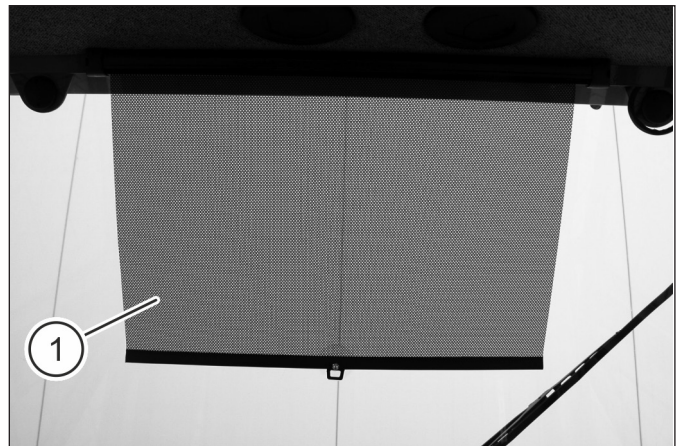

ABB. 21
ABB. 21 Standardmäßig hat die Frontscheibe der Kabine ein Sonnenrollo (4). Dies kann variabel in der Höhe mit Hilfe eines Saugnapfes an der Scheibe befestigt und wieder gelöst werden.